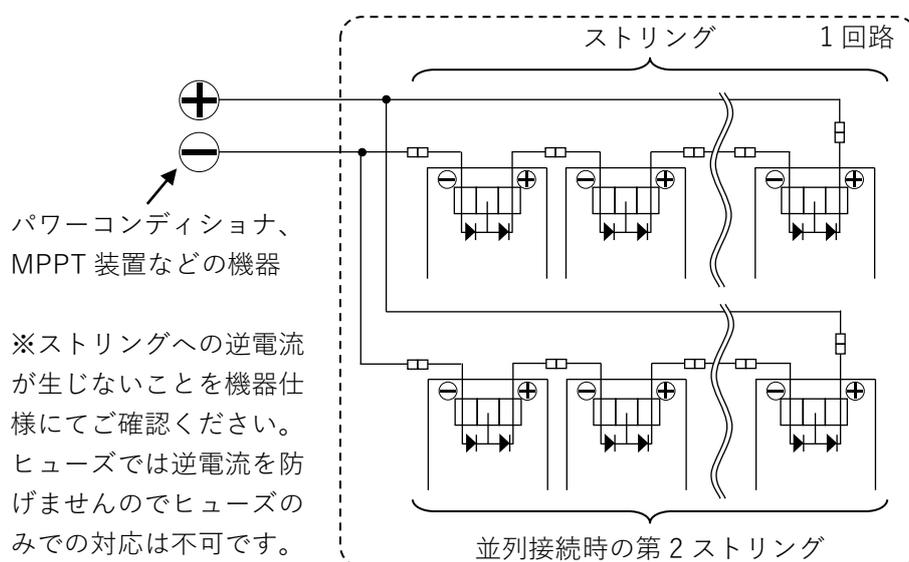

図11. 2本のストリングを並列接続する場合
### ① 2 本のストリングを並列接続する場合（図 11）；